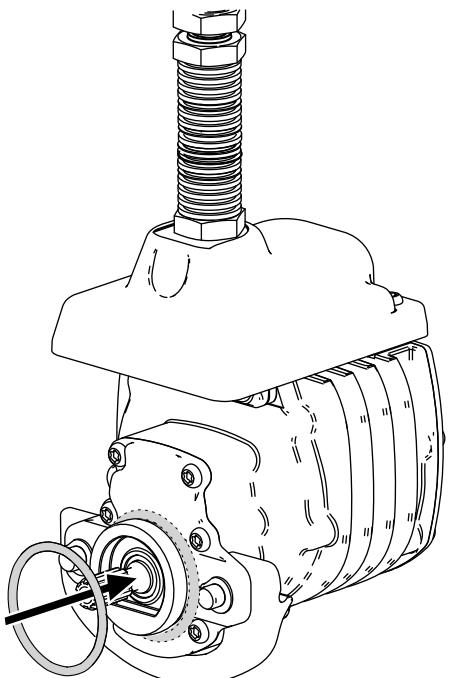

図 8
3. 各リールモータに、図 8 のようにOリングを取り付ける。